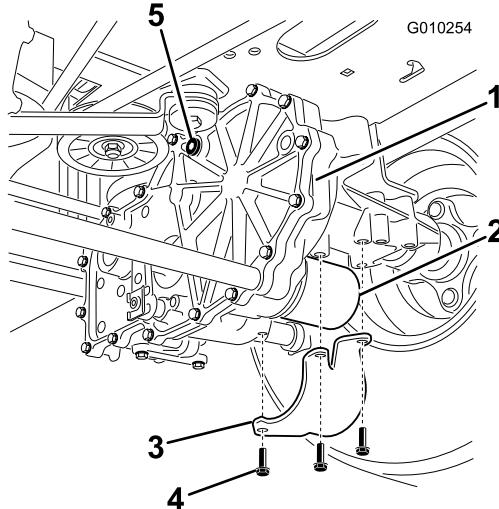

Figure 47
3. Localisez le filtre et les protections sur chaque transmission de la boîte-pont (Figure 47).
4. Retirez les trois vis qui fixent la protection du filtre et déposez la protection (Figure 47).
- A. Vérifiez que les bouchons d'aération et le bouchon du réservoir sont retirés avant d'ajouter l'huile (Figure 46 et Figure 47).
- B. Versez lentement l'huile spécifiée dans le vase d'expansion jusqu'à ce qu'elle ressorte par l'un des orifices des bouchons d'aération; arrêtez alors de verser (Figure 47).
- C. Remettez ce bouchon d'aération en place (Figure 47).
- D. Versez de l'huile dans le vase d'expansion jusqu'à ce qu'elle ressorte par l'orifice de l'autre bouchon d'aération sur la seconde transmission; arrêtez alors de verser (Figure 47).
- E. Remettez ce bouchon d'aération en place (Figure 47).